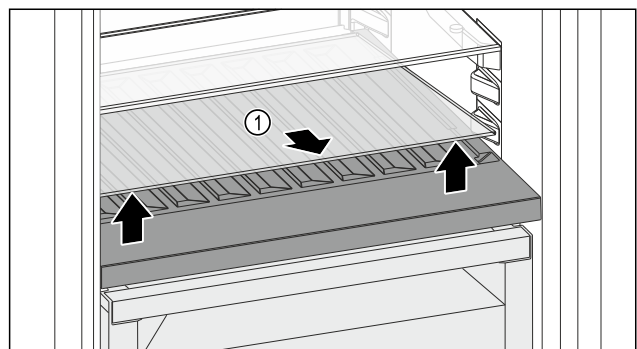

Fig. 165
- Sollevare il ripiano di vetro Fig. 165 (1) dall'incavo anteriore e rimuoverlo.
- Conservare il ripiano di vetro Fig. 165 (1) fuori dall'apparecchio in un luogo sicuro.
- Inserire il ripiano di vetro (2) sotto il vano bottiglie variabile.